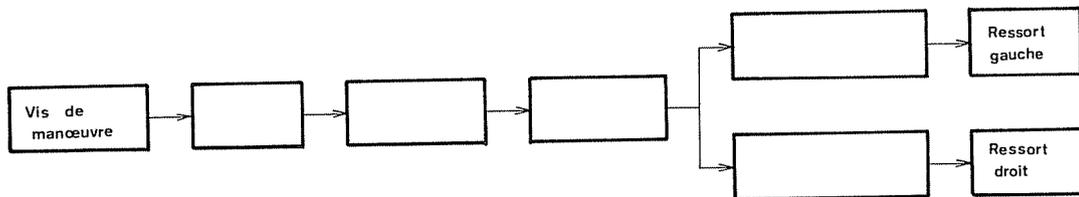

Fig. 1
Une colonne cylindrique portant la tête orientable d'une fraiseuse Gambin est usinée en deux parties (1) et (2) réunies suivant une surface de liaison (voir figure 1).